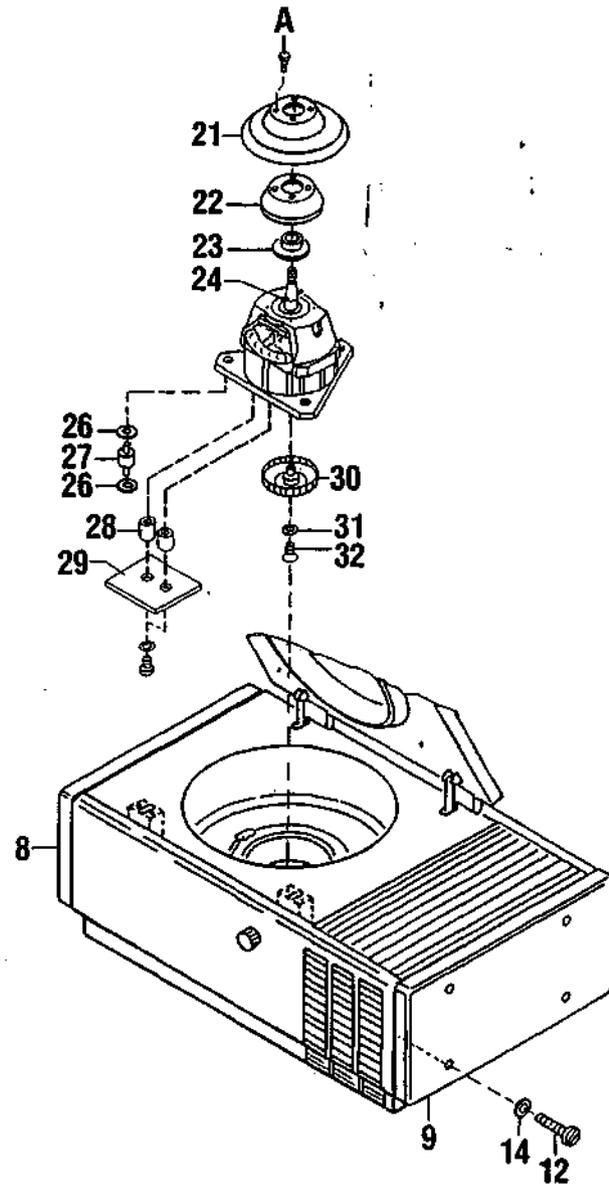

Abb. 17 Motorwechsel
- Vier Schrauben am Baldachin (21, Abb. 17) herausschrauben.
- Bei ROTANTA/RP und RPC Gummimanschette (22, Abb. 17) abnehmen.
- Vier Schrauben (12, Abb. 17) an der linken Seitenwand (8, Abb. 17) herausdrehen.
- Vier Schrauben (12, Abb. 19) an der linken Seitenwand (8, Abb. 17) herausdrehen.
- Gummi-Met-Lager (27, Abb. 17) auf Beschädigungen prüfen und ggf. satzweise austauschen.
- Schraube (32, Abb. 17) aus Blende (30, Abb. 17) herausschrauben.
- Scheibe (31, Abb. 17) und Blende vom Motor abnehmen.
- Zwei Schrauben mit Scheiben am Drehimpulsgeber (29, Abb. 17) herausdrehen.
- Drehimpulsgeber mit zwei Abstandsrollen (28, Abb. 17) vom Motor abnehmen.